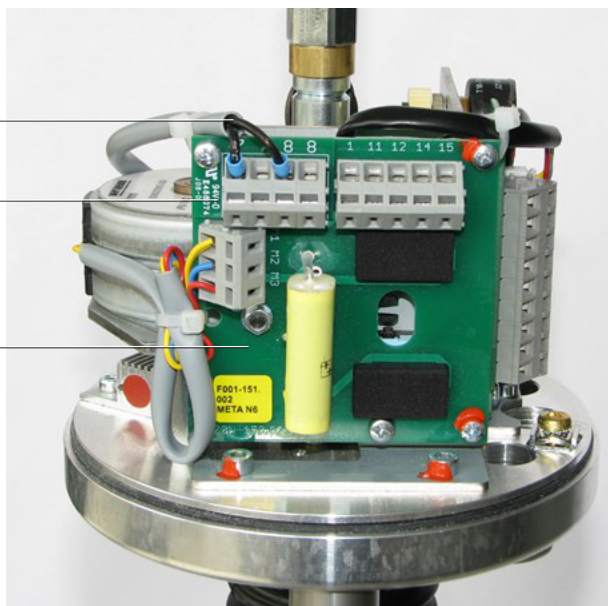

Fig. 15 -
- Reportez-vous aux figures 15 à 20 "Installation de l'appareil de chauffage 1 - 6 kN" pour l'orientation du produit et fixez le bornier anti-condensation à la carte principale à l'aide des vis fournies.